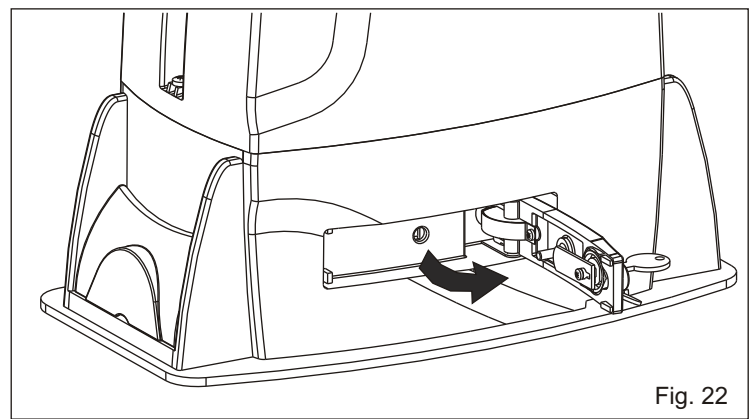

Fig. 22
- Tirar la palanca de desbloqueo hasta el golpe, 90° alrededor (Fig. 22).